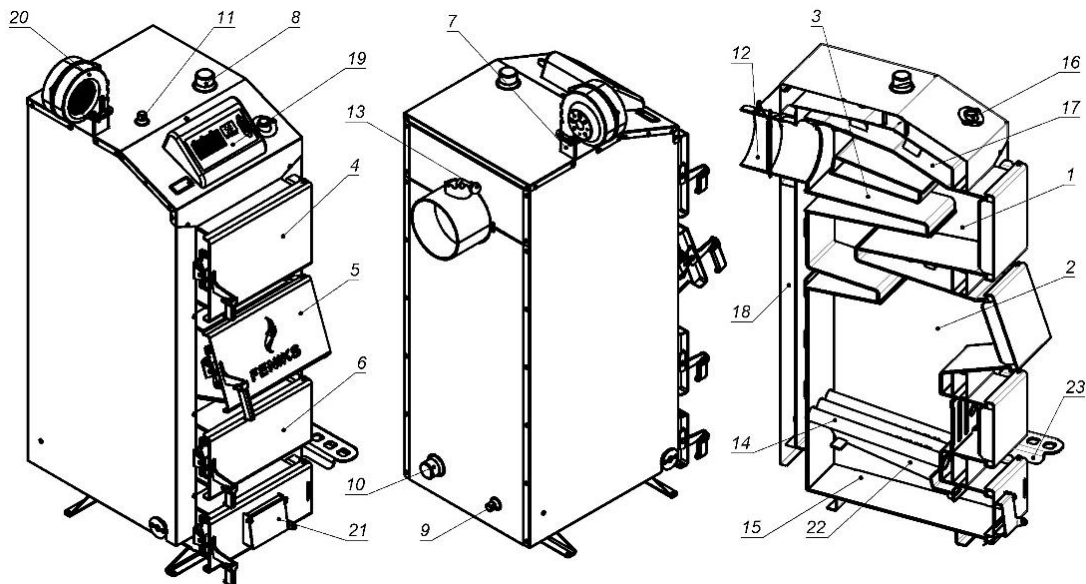

Рисунок 2 – Зовнішній вигляд та основні елементи котла
Конструктивно котел являє собою збірно-зварену конструкцію, що складається з корпусу (поз. 1, рис. 2) з камерою згоряння (топкою) (поз. 2, рис. 2). Конвекційна частина котла складається з багатоходового теплообмінника (поз. 3, рис. 2) комбінованого типу – чотирьох горизонтальних полиць. Теплообмінник розташований безпосередньо над топкою.
Корпус котла виконаний в формі паралелепіпеду з подвійними стінками, які розділені водними перегородками (поз. 17, рис. 2). На зовнішній поверхні корпусу під декоративною обшивкою закріплена теплова ізоляція. (поз. 18, рис. 2).
Паливо для процесу спалення завантажується на колосникові ґрати (поз. 14, рис. 2) крізь завантажувальні дверцята (поз. 5, рис. 2). Колосникові ґрати виконані з товстостінних безшовних труб по яких постійно циркулює вода з водяної оболонки котла. Згоряння палива в топці відбувається за участю повітря, яке постачається під колосникові ґрати припливним вентилятором (поз. 20, рис. 2). Кількість повітря, необхідного для процесу згоряння, регулюється автоматично блоком автоматики управління (поз. 19, рис. 2), або за допомогою терморегулятора.
Підведення і відведення теплоносія здійснюється відповідно через патрубки зворотної мережної води (поз. 9, рис. 2) і прямої мережної води (поз. 8, рис. 2).
Топочні газы виходять у димохід крізь боров (поз. 12, рис. 2), розташований у задній частині котла. Боров обладнано вбудованим дросельним клапаном продуктів згоряння – шибером (поз. 13, рис. 2). У випадку надто високої тяги у димоході шибер дає можливість її знизити шляхом часткового перекривання вихідного отвору борова.
Зола, яка утворюється в процесі згоряння палива, зсипається в нижню частину корпусу - зольник (поз. 15, рис. 2).
- з вентилятор та блоком автоматичного управління – припливним вентилятором (поз. 20, рис. 2) під колосникові ґрати та через бокові форсунки по каналу подачі повітря. Кількість повітря, необхідного для процесу згоряння, регулюється автоматично контролером (поз. 19, рис. 2).
У верхній частині корпусу котла розташований штуцер для встановлення запобіжного клапана або групи безпеки котла (поз. 11, рис. 2).
Для можливості встановлення вентилятора зверху корпусу котла ,передбачений отвір, який заглушено кришкою (поз. 7, рис. 2).
Ревізійний дверцята (поз. 6, рис. 2), що розташовані на передній стінці котла, необхідні для періодичного чищення колосникових ґрат, а також для можливості спорожнення – зольника.
Для можливості періодичного обслуговування (чищення) теплообмінника передбачені дверцята у верхній частині котла (поз. 4, рис. 2).
Регулятор тяги необхідно приєднати до патрубку з внутрішньою різьбою, який знаходиться у верхній частині корпусу (рис. 2). Різьбове з'єднання при цьому потрібно ущільнити. Регулятор повернути таким чином, щоб наконечник для закріплення шестигранного важеля (з комплекту регулятора) був направлений вправо.